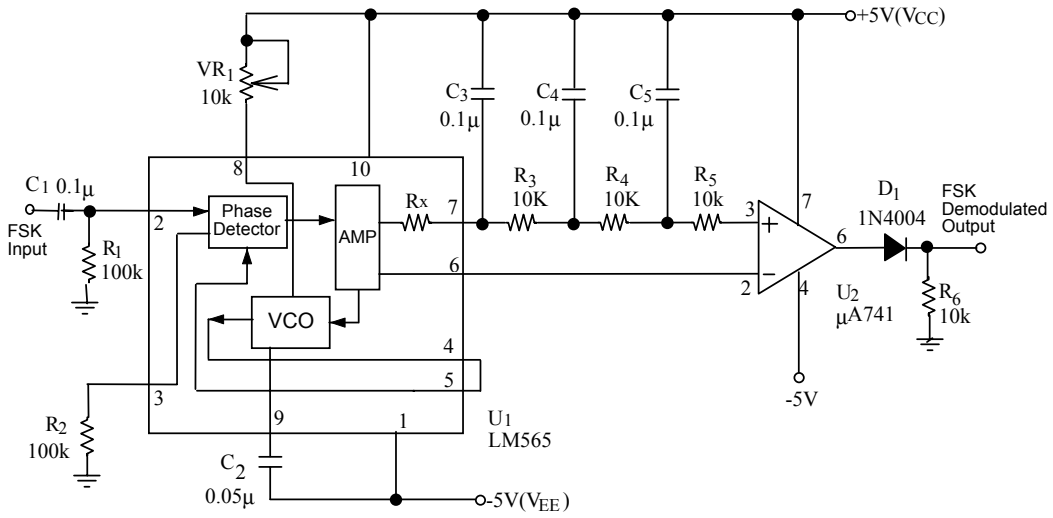

Fig. 14-2 FSK demodülatörü.
Bu deneyde, Fig. 14-2'de gösterildiği gibi bir FSK demodülatörünü gerçekleştirmek için LM565 PLL yapısını kullanmaktayız. LM565 PLL, faz detektörü, VCO ve 500kHz'in altında çalışan bir kuvvetlendirici içermektedir. Faz detektörü, çift dengeli modülatör olarak çalışmaktadır. VCO, bir integrator-Schmitt devresidir. +5V ve -5V beslemeler sırası ile V_{CC} (pin 10) ve V_{EE} (pin 1)'ye uygulanır. FSK işareti, faz detektörünün girişine uygulanır. Deneyimizde frekans çarpıcı gereksiz olduğundan dolayı, 4. ve 5. pinler birbirine bağlanır. Referans çıkışı (pin 6), U2 karşılaştırıcısına referans gerilimi sağlar.
Girişte işaret olmadığı zaman, VCO'nun çıkış frekansına serbest çalışma frekansı f_o adı verilir. Fig. 14-2 devresinde, LM565'in serbest çalışma frekansı V_{R1} ve C_2 zamanlama elemanları ile belirlenir ve aşağıdaki gibi bulunur;
1. Fig. 14-2'deki LM565 devresinde bulunan VCO'nun serbest çalışma frekansını hangi elemanlar belirlemektedir.
2. Fig. 14-2'deki $\mu A741$ 'in kullanım amacı nedir?